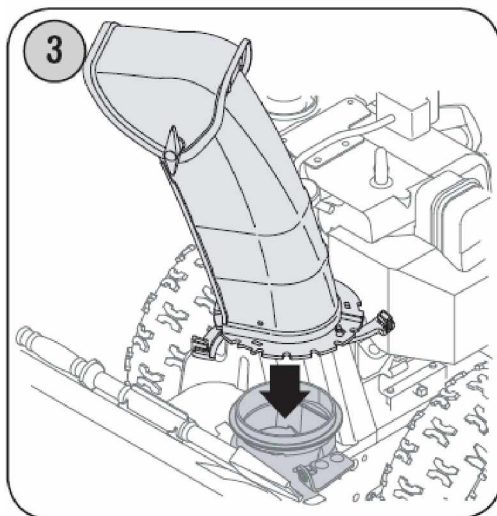

Рис. 3.
4. Расположите желоб над выходным отверстием снегозаборника. См. Рис. 3.